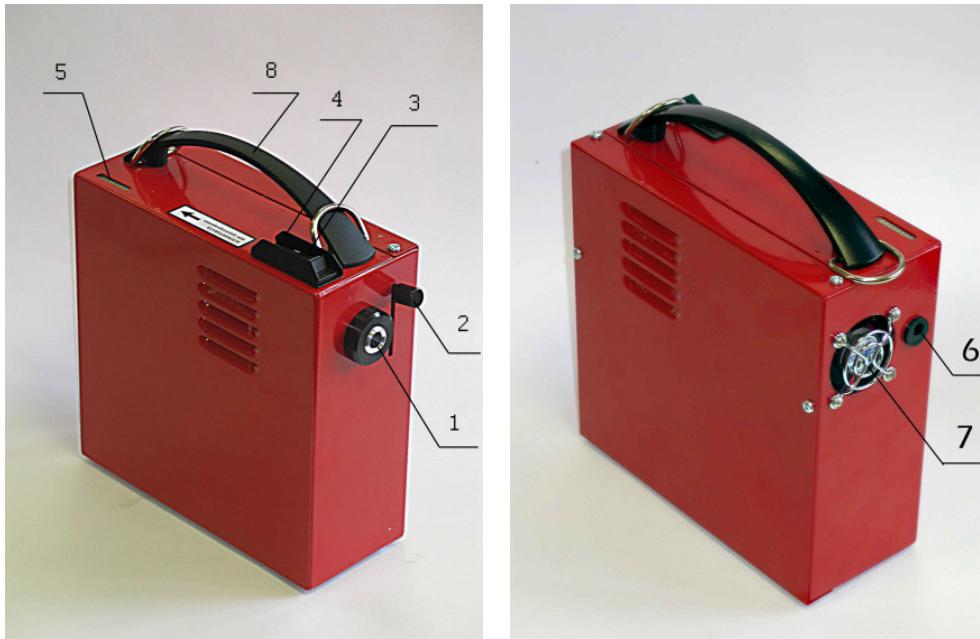

Рис. 2. Переносной блок осветителя.
4.2.2. На передней панели переносного блока осветителя (рис. 2) расположены оптический разъем 1 конструкции фирмы «Olympus» для подключения осветительного кабеля, идущего к эндоскопу, а также ручка 2 механического регулятора светового потока; на верхней крышке – выключатель 3 с фиксатором 4 и светодиодный индикатор степени разряда аккумуляторной батареи 5, а на задней стенке – разъем 6 для подключения зарядного устройства и выходное вентиляционное отверстие 7. Корпус переносного блока осветителя снабжен переносной ручкой 8 и ремнем переноски «через плечо». Длина ремня может регулироваться.